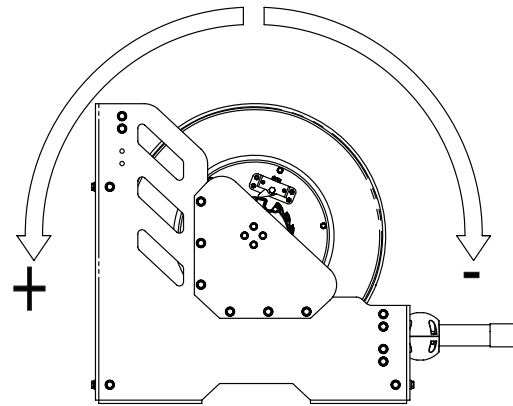

Fig. 6
3. Una vez la manguera esté totalmente recogida (los resortes deberán seguir neutros), aplique la pre-tensión a los resortes, girando el tambor el número de vueltas indicado en la tabla dependiendo de la longitud de la manguera (ver tabla), en sentido positivo según (Fig. 6). No se debe aplicar más tensión de la indicada, pues los resortes podrían resultar dañados.
6. Aplique la pre-tensión a los resortes, girando el tambor el nº de vueltas dependiendo de la longitud de manguera, girando en sentido positivo según se muestra en la (Fig. 6). No se debe aplicar más tensión de la indicada, pues los resortes pueden resultar dañados.